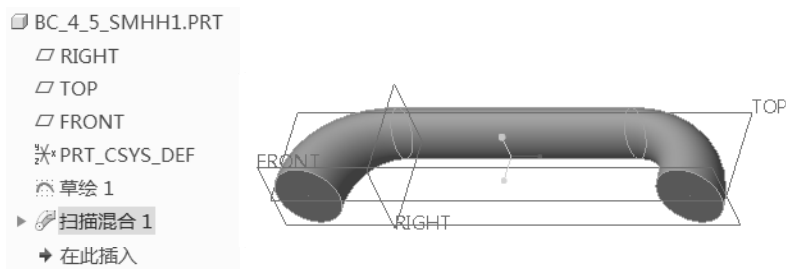

图 4-111 创建扫描混合特征
15) 在“扫描混合”选项卡中单击  (完成) 按钮，创建的扫描混合实体特征如图 4-111 所示。